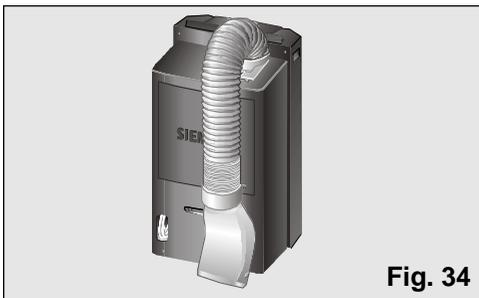

Fig. 34
- Hiervoor buigt u de buis naar de achterkant van het apparaat en maakt deze vast aan de diffusie haak, **Fig. 34** en **35**.